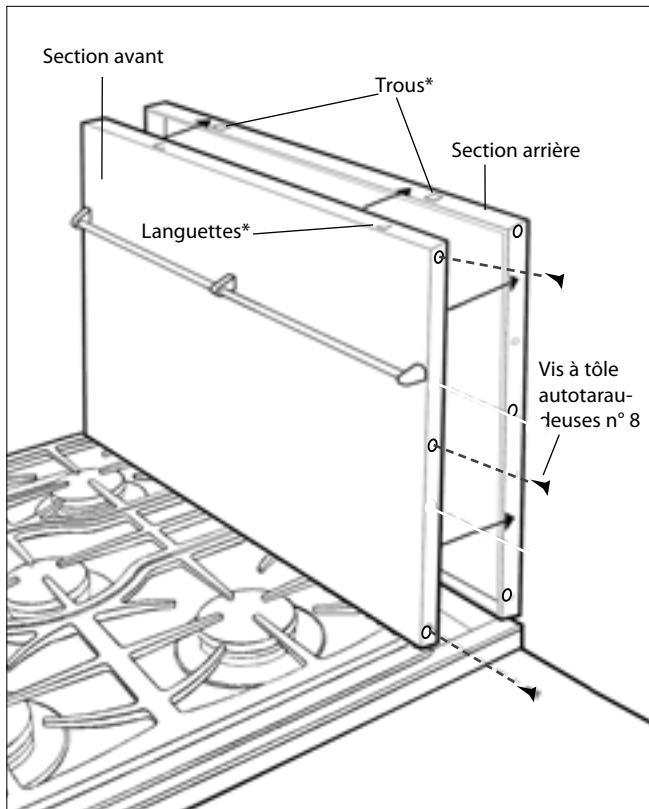

Fig.11
4. Recourbez les languettes en forme de coin par-dessus la section avant sur environ 5 mm (3/16 po). Lors du montage de la section avant, assurez-vous que ces languettes pénètrent dans les trous correspondants situés sur le haut de la section arrière (voir fig. 11).
5. Fixez la section avant du dossier à la section arrière à l'aide des vis à tôle autotaraudeuses n° 8 fournies (fig. 11).